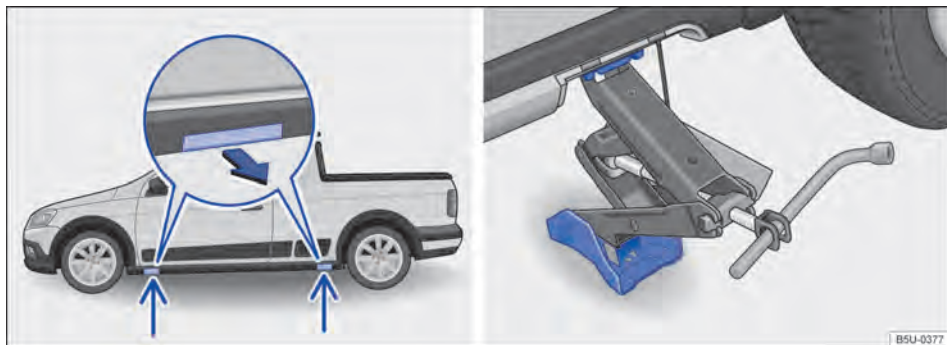

Fig. 220 Pontos de apoio do macaco e macaco posicionado no lado esquerdo traseiro do veículo - veículos com soleiras externas.
O macaco somente pode ser posicionado nos pontos de apoio indicados (cobertura removível) → Fig. 220. É válido o ponto de apoio localizado próximo à roda correspondente → ⚠.
7. Desencaixar a cobertura de acesso ao ponto de apoio do macaco, no sentido da seta → Fig. 220.
9. Garantir que a base do macaco, com toda sua superfície, esteja sobre o chão e que a base se encontre perpendicularmente abaixo do ponto de colocação → Fig. 220.
10. Alinhar o macaco e, simultaneamente, levantar a garra do macaco até ela se encaixar na travessa debaixo do veículo → Fig. 220.
- Posicionar o macaco somente nos pontos indicados. A garra do macaco deve se encaixar no perfil da longerina de forma segura → Fig. 220.